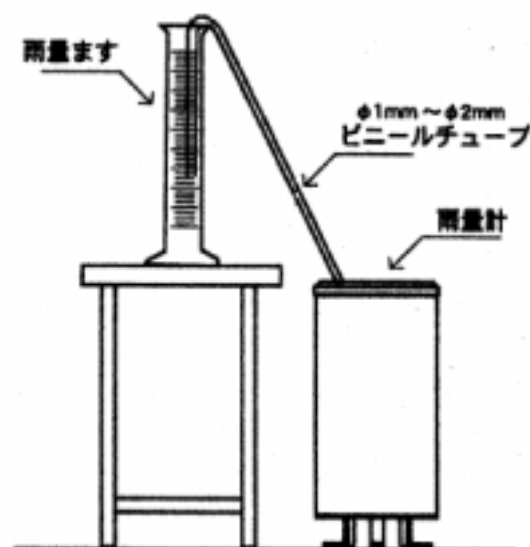

図 4-1
1. 正確に10mmの水を入れた雨量ますから、ビニールチューブ(1mm～2mm)を用い、図4-1のようにして本製品へ注水します。